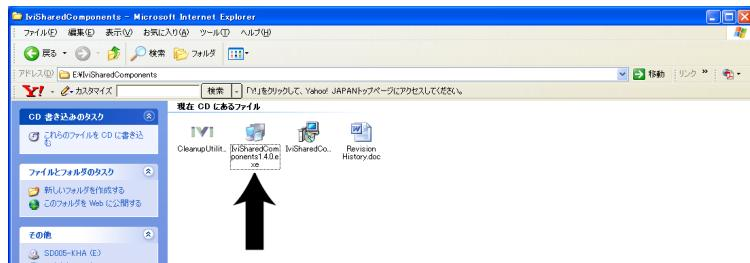

図 2-6 IVISharedComponents のインストール
⑬ 図 2-6 のブラウザの画面に戻って、「戻る」ボタンをクリックします。